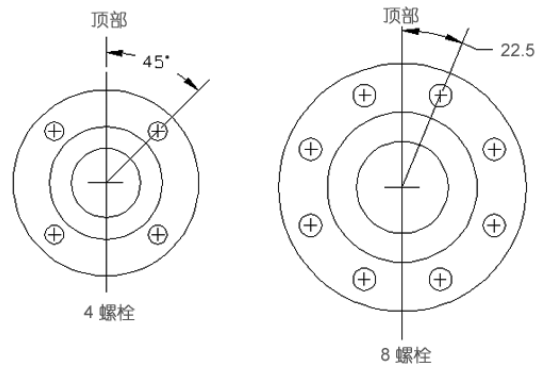

图 2：螺栓孔方向
- 将配套法兰焊接至现有管道上。确保管道法兰和艾伯特®法兰采用相同的公称管径 (NPS) 和压力等级。螺栓孔位置通常如图 2 所示，即螺栓孔均匀分布在管道中线两侧（图 2 未显示 12 孔和 20 孔螺栓分布样式；图示方向为典型示例）。此外，还需考虑第 4 节中的安装要求。